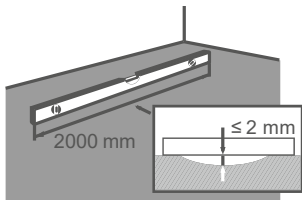

Рисунок 2
- 6.2 Основание должно быть ровным. Просветы между контрольной двухметровой рейкой и основанием не должны превышать 2 мм (см. Рисунок 2). Неровности с перепадом более 2 мм на длине 2 м должны быть выровнены.